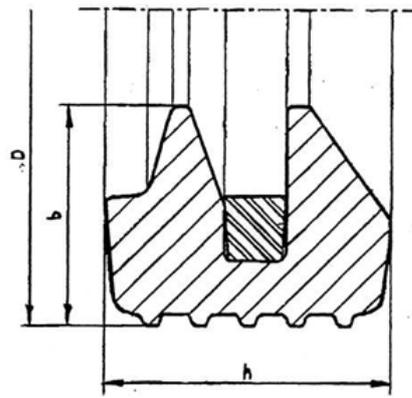

Рисунок 13 - Уплотнительного кольца двухлепесткового типа.
3.3. Виды уплотнительных самоуплотняющихся резиновых колец приведены на Рис. 13;14, их основные размеры приведены в **таблице 15** и **16**.